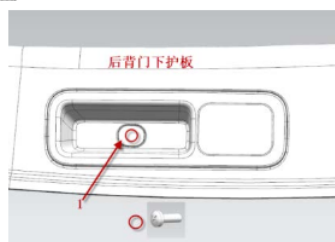

图 10-3-1 后背门扣手盒的拆卸示意图
- (1) 如图 10-3-1，先用缠有柔性胶带的一字起翘起箭头 1 处的螺钉堵盖，将堵盖拆除；
- (2) 然后用十字起拧开里面的十字槽盘头螺钉，接下来慢慢将后背门扣手盒与后背门护板分离一段距离，然后将电动背门开关线束接插件断开（高配带电动背门